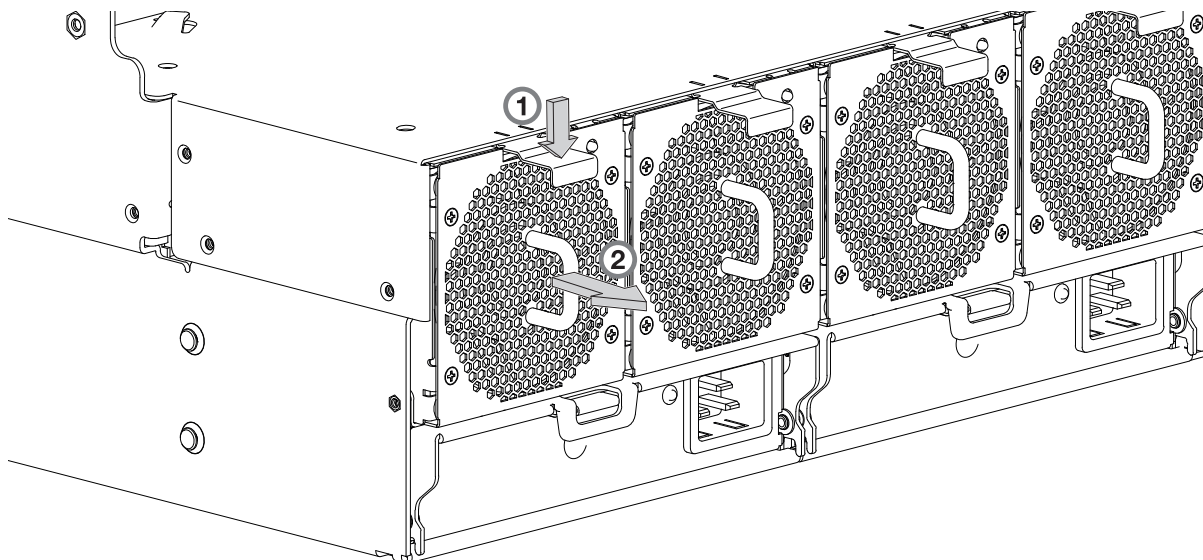
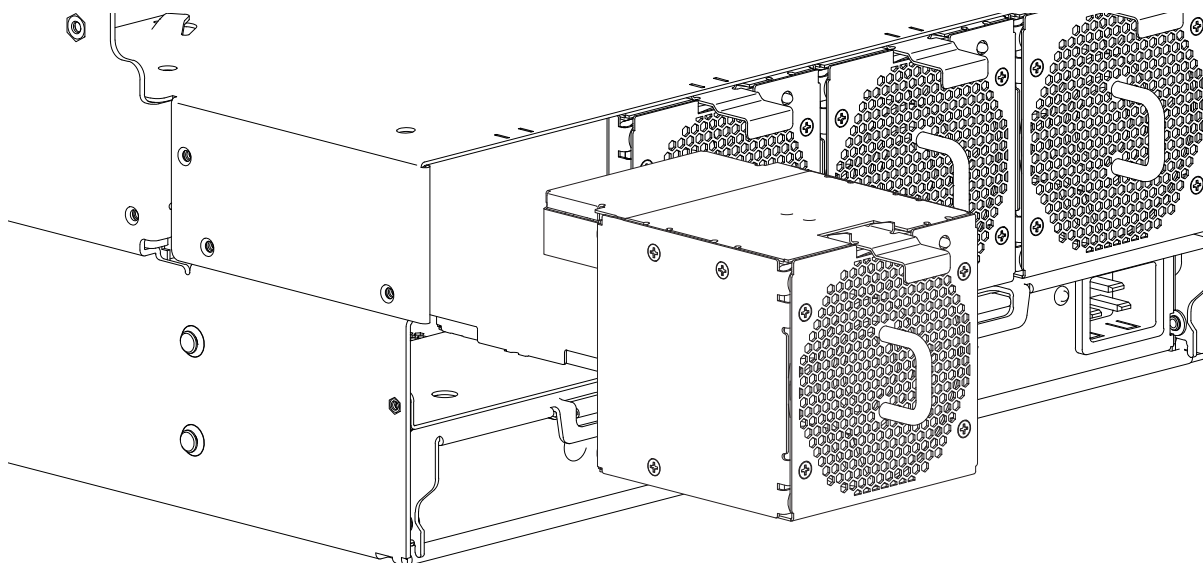

Figura 64. Removendo um ventilador do sistema (1 de 2)
Figura 65. Removendo um ventilador do sistema (2 de 2)
1. Pressione a aba da trava para soltar o ventilador de sua posição travada. Consulte o detalhe n° 1 na Figura 64.
2. Segure a alça do módulo de ventilador e puxe cuidadosamente o ventilador para fora de seu slot. Consulte o detalhe n° 2 na Figura 65.
Consulte a Figura 64 e a Figura 65 ao executar este procedimento, mas ignore a seta direcional, pois você irá inserir o módulo no slot em vez de removê-lo.
2. Alinhe o módulo de ventilador do sistema para inserção em seu slot, conforme mostrado na Figura 65 na página 78.